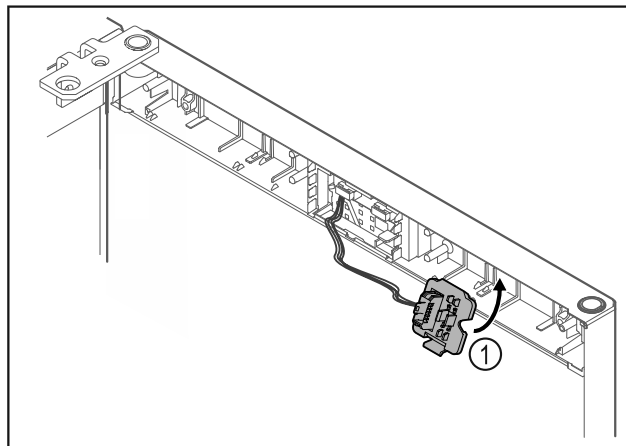

Fig. 18
- Klik stikholderen Fig. 18 (1) i på den modsatte side.